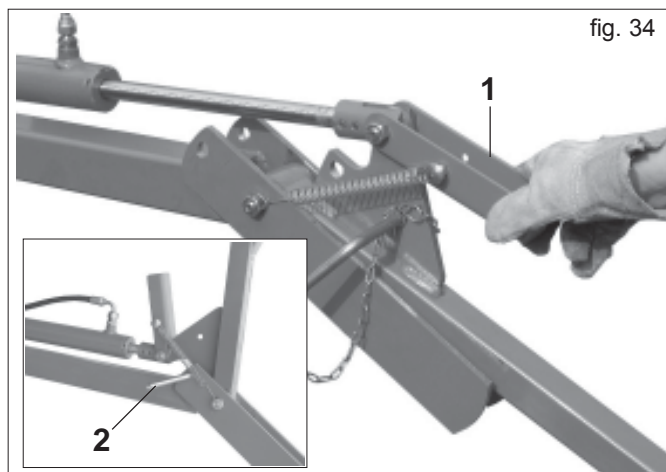

fig. 34
- 2) Levantar el soporte de fijado (1 Fig. 34).
- 3) Accionar la instalación hidráulica para levantar totalmente la grada cubresemilla en posición de transporte, bloqueándola con los pestillos de seguridad (2 Fig. 34) y asegurarlos con los correspondientes pasadores. **Los pestillos de seguridad se introducen desde el interior de la máquina hacia su exterior, de lo contrario se dañarían debido al levantamiento del carro posterior.**